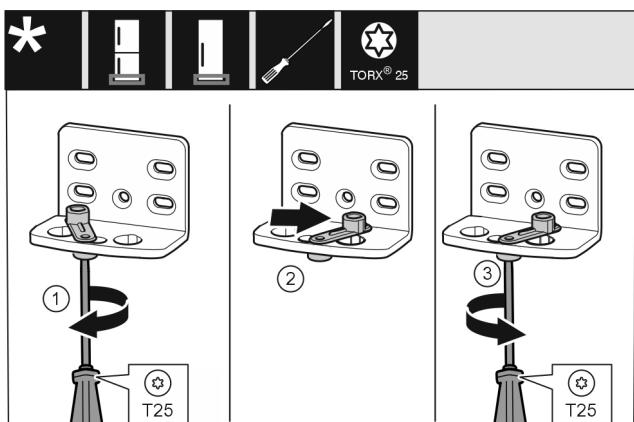

Fig. 14
- Βιδώστε πρόχειρα τη βίδα Fig. 14 (1) με κατσαβίδι.
- Ανασηκώστε το βοήθημα κλεισίματος πόρτας Fig. 14 (2) και περιστρέψτε 90° προς τα δεξιά στην τρύπα.
- Σφίξτε τη βίδα Fig. 14 (3) με κατσαβίδι.